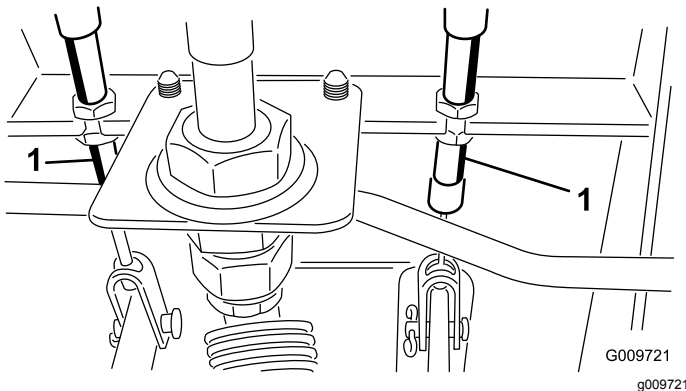

Bild 112
- A. Lockern Sie die vordere Mutter an der Gewindeseite des Bremszuges (Bild 112).